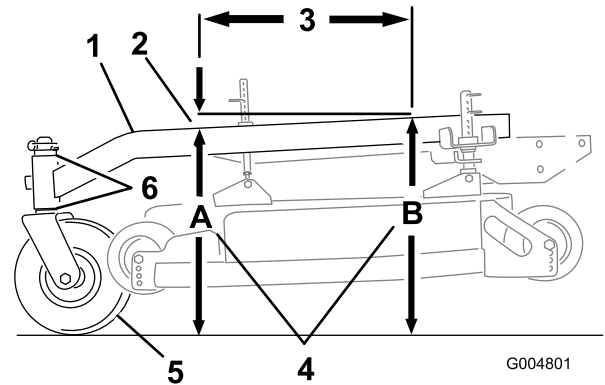

Figura 54
El bastidor de tiro debe tener una inclinación longitudinal de entre 3 mm y 9 mm en una longitud de 61 cm (Figura 54).
1. Mida 61 cm en el bastidor de tiro (Figura 54).
2. Mida la altura del bastidor de tiro en la posición A (Figura 54).
3. Mida la altura del bastidor de tiro en la posición B (Figura 54).
4. La altura en la posición A debe ser de 6-10 mm menor que la de la posición B (Figura 54).
5. Si la inclinación del bastidor de tiro no es la correcta, mueva los espaciadores de las ruedas giratorias para obtener una inclinación de 6-10 mm (Figura 54).